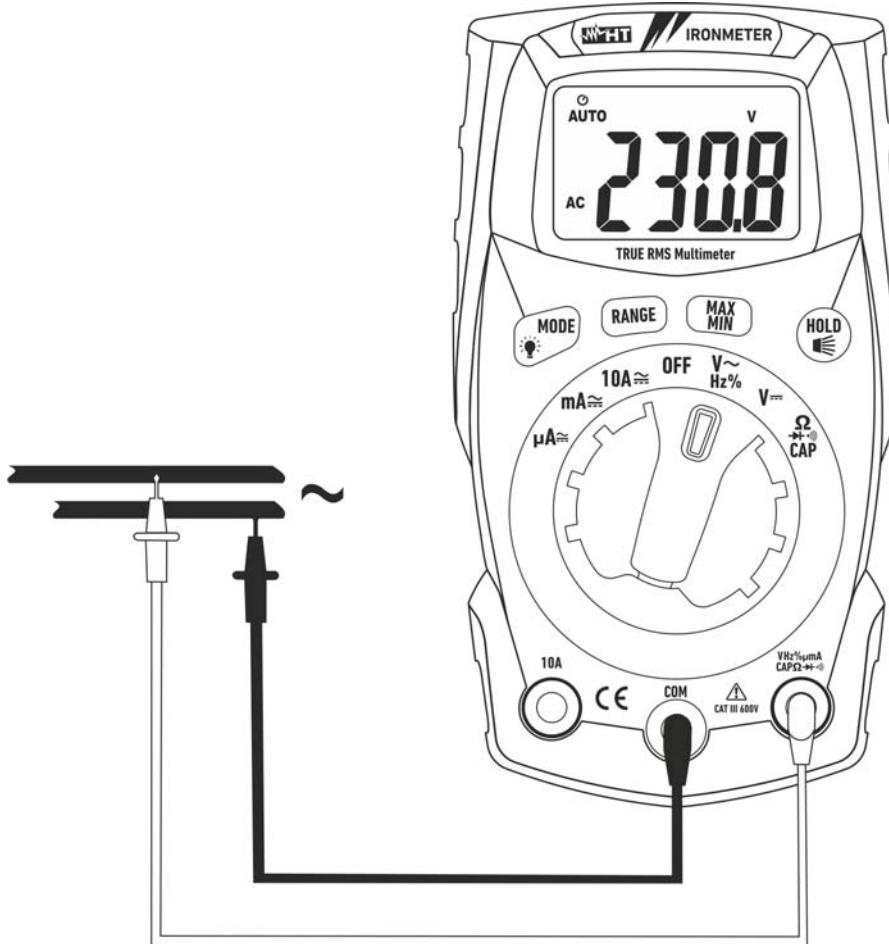

Fig. 4: Mesure de Tension AC
3. Positionner l'embout rouge et l'embout noir dans les points du circuit sous test (voir la Fig. 4). La valeur de tension apparaît à l'écran